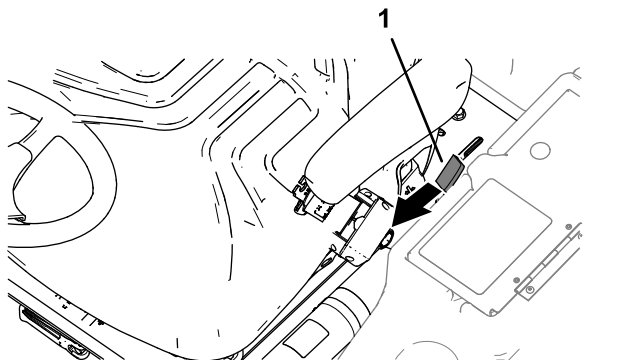

Figure 51
1. Déplacez la poignée de verrouillage de la plate-forme (Figure 51) vers l'avant de la machine jusqu'à ce que les crochets du verrou se désengagent de la barre de verrouillage.